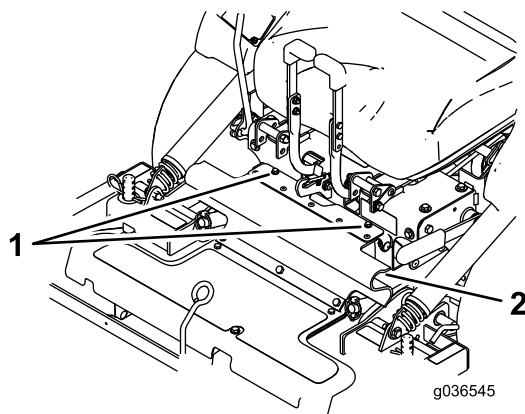

Figure 10
3. Desserrez les boulons fixés au déflecteur en caoutchouc (Figure 10).